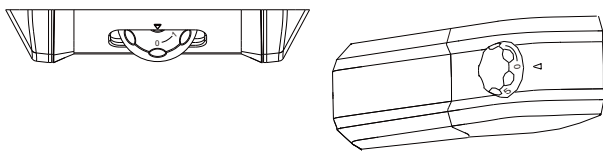

Fig.13
- 1) Ruotare la manopola sulla posizione "0". (fig.13)